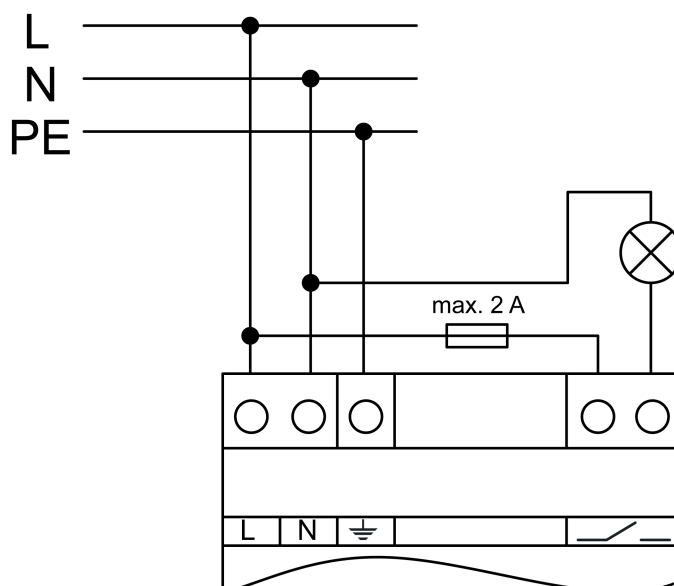

Рисунок 5: Пример использования — сигнальная лампа для оптической индикации режима работы
- Контрольное устройство в соответствии с примером подключения — (рисунок 5) или — подключить.